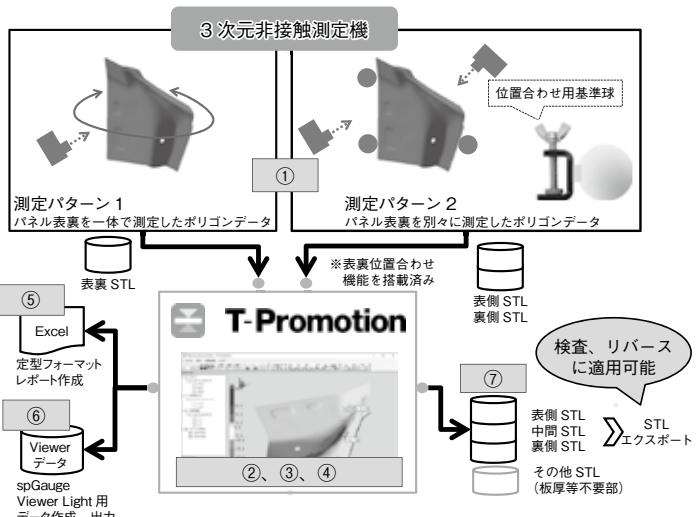

図 2 T-Promotion 仕様、操作フロー
(1) T-Promotionの仕様、操作フロー
以下は図2の①～⑦に対応している。なお、⑦でエクスポートしたSTLは、検査やリバ